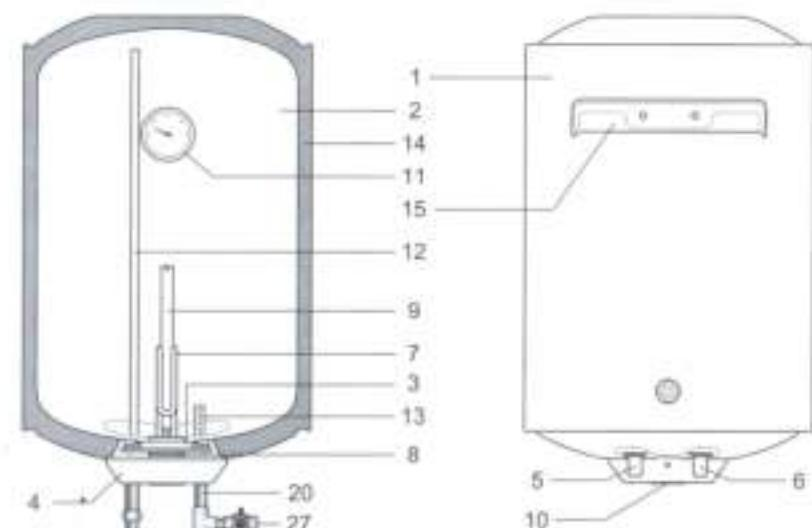

Рис. 1 / Fig. 1 / Рис. 1 / 1-сурет
### Описание Рис. 1, 2
На съемном фланце (3) Рис.1, 2 смонтированы: нагревательный элемент (ТЭН) (7), термостат (8) и магниевый анод (9). ТЭН служит для нагрева воды; а термостат обеспечивает возможность регулировки температуры нагрева до +70°C (±5°C). Магниевый анод предназначен для нейтрализации воздействия электрохимической коррозии на внутренний бак.